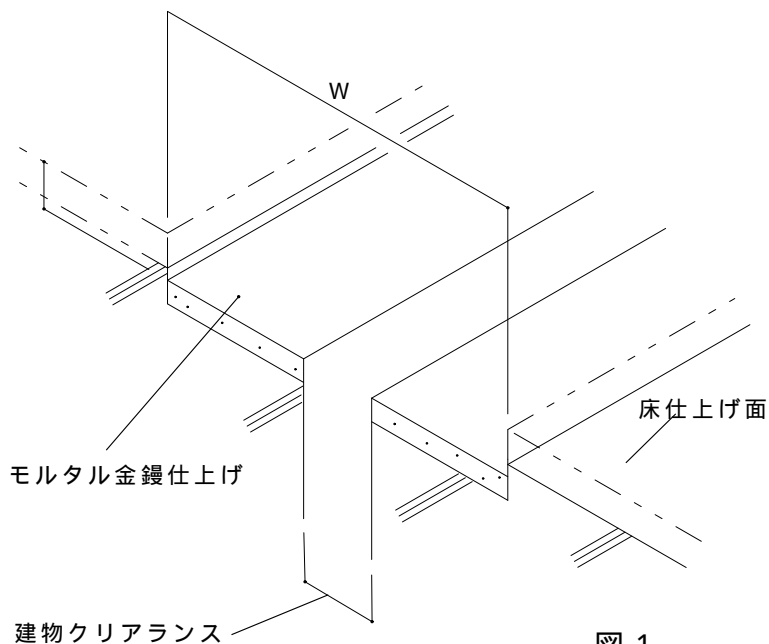

図 1
1. 建物のクリアランスは、図1, 表1のように仕上げてください。それぞれの規定値よりも狭い場合には変形性能が確保できなくなる場合があります。